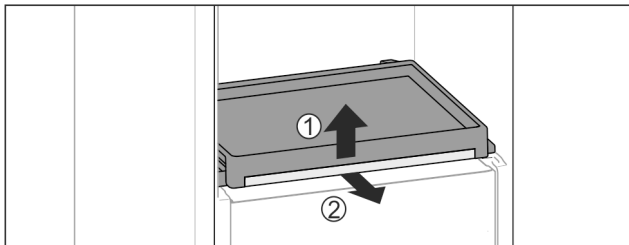

Fig. 108
- ▶ Sortir la bordure télescopique avec la tablette : Soulever légèrement la tablette par l'avant Fig. 108 (1) et la sortir vers l'avant Fig. 108 (2).